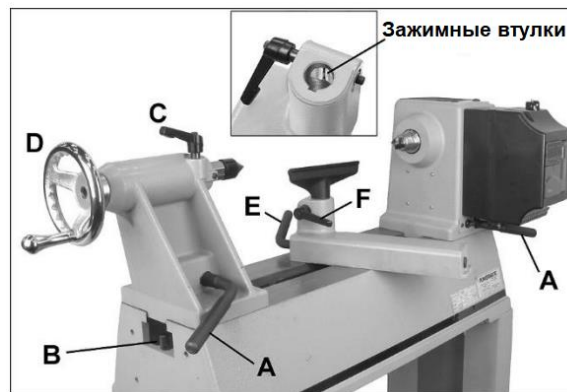

Рисунок 8-1: передняя бабка, задняя бабка, подручник.
Чтобы передвинуть переднюю или заднюю бабку, поверните запорную рукоятку (А, рисунок 8-1) вперед или назад так, чтобы бабка могла свободно перемещаться. После установки передней/задней бабки в нужное положение плотно затяните запорную рукоятку.
Чтобы снять со станка переднюю/заднюю бабку или основание подручника, выкрутите стопорный винт с любого конца станка (В, рисунок 8-1). ПРИМЕЧАНИЕ: после очередной установки данных узлов на токарный станок снова закрутите стопорный винт.
Ослабьте запорную рукоятку (С, Рис. 8-1), чтобы выдвинуть или задвинуть пиноль задней бабки с помощью вращения маховика (D). Снова затяните рукоятку
Ослабьте запорную рукоятку на основании подручника (Е, Рис. 8-1), чтобы перемещать основание вперед-назад или поворачивать. Перед работой на станке плотно затяните рукоятку.
Ослабьте малую рукоятку (F, Рис. 8-1). Убедитесь, что зажимные втулки (выносной вид, Рис. 8-1) достаточно разведены, чтобы установить удлинительную стойку подручника.
Запорные рукоятки, такие как С и F, Рис. 8-1, можно повернуть в более удобное для оператора положение. Просто поднимите рукоятку и прокрутите вокруг оси, затем отпустите, убедившись, что она осталась на оси.